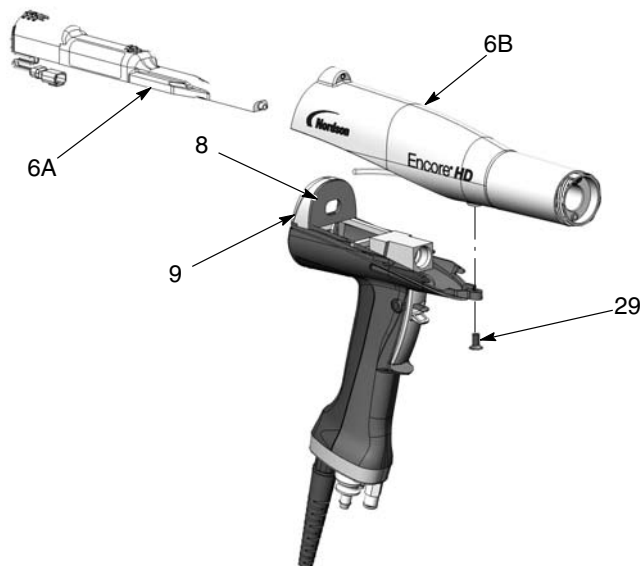

Figura 6-4 Demontarea sursei de alimentare electrică de la corpul pistolului
1. Vezi Figura 6-4. Glisați sursa de alimentare (6A) din corpul pistolului (6B).
2. Verificați garnitura (8) de pe partea din spate a peretelui despărțitor (9). Înlocuiți-o dacă este deteriorată. Garnitura este lipită de peretele despărțitor cu ajutorul unui adeziv sensibil la presiune.